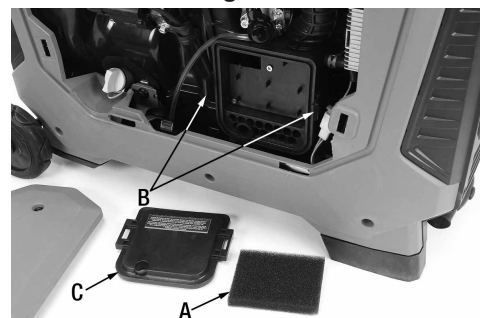

Figure 5
Le filtre à air (A) Fig.5 devrait être vérifié avant chaque opération et après un entreposage prolongé, suivre les étapes suivantes:
- 2) Détachez les 2 clips de retenue (B) Fig.5 et retirez le couvercle du filtre à air (C).
- 3) Retirez le filtre à air (A) du boîtier.